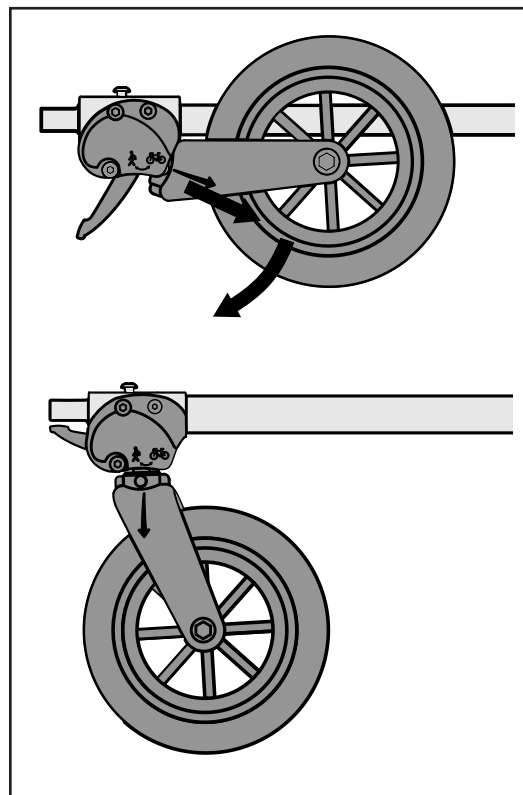

Abbildung 12
1. Die Gabel wie gezeigt (Abbildung 12) herausziehen, dann das Rad vollständig nach unten drücken. Die Gabel wird dadurch automatisch verriegelt.